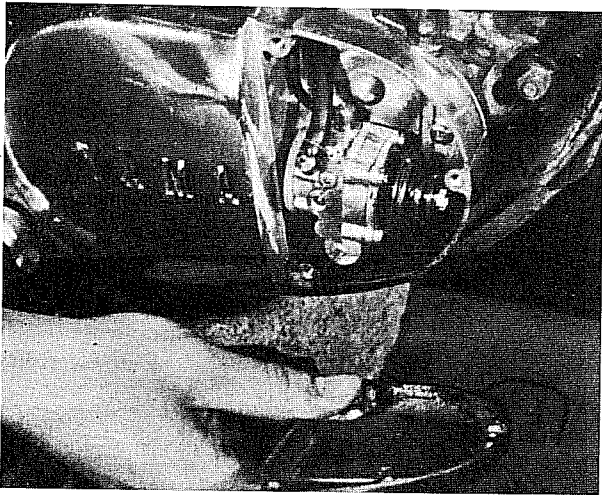

Bild 87
- Der Ausbau der Ölpumpe vollzieht sich nach Abnehmen des rechten Halbmonddeckels (Bild 87). Der Ausbau des Motors ist hierzu nicht erforderlich, doch die Frischölleitung zum Zylinder muss am Einlasskanal gelöst werden. Für den Zugang zur vorderen Deckelschraube ist es notwendig, zuvor die Ölpumpe mit ihren zwei Kreuzschlitzschrauben zu entfernen (Bilder 88 und 89).